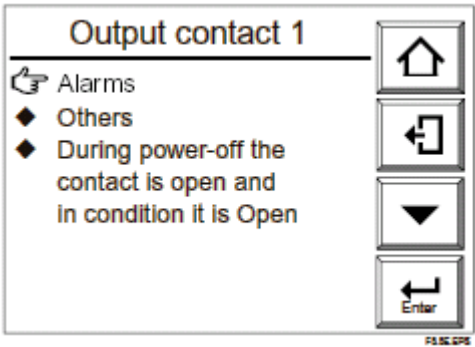
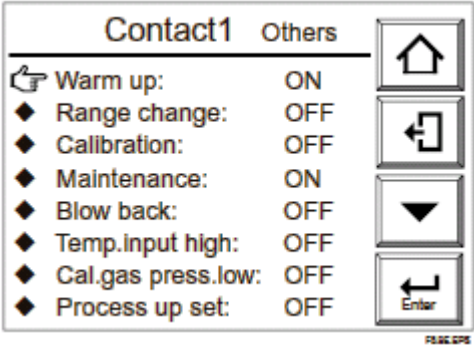

图 8.8 输出触点 1 显示
图 8.9 “触点 1 其它” 显示
- (4) 选择期望的输出触点。这部分示例见选择触点输出 1（见图 8.8）。
- (5) 每个设置项目和选择项目在表 8.5 中作了简要讲述。下面讲述了校正过程中输出触点 1 关闭时的设置例子。
- (6) 在输出触点 1 显示下选择其它。随后出现“Contact1”显示，如图 8.9。在触点 1 显示下选择校正。
- (7) 然后出现“off”或“on”的显示界面。这里选择“on”。
- (8) 按回车键返回上一级菜单。
- (9) 移动指针到“断电时触点为开和工作时关闭”并按[ENTER]。然后出现“off”或“on”的界面。如果选择“off”，这就意味着正常情况下为“Open”和当触点输出开时为“Close”。